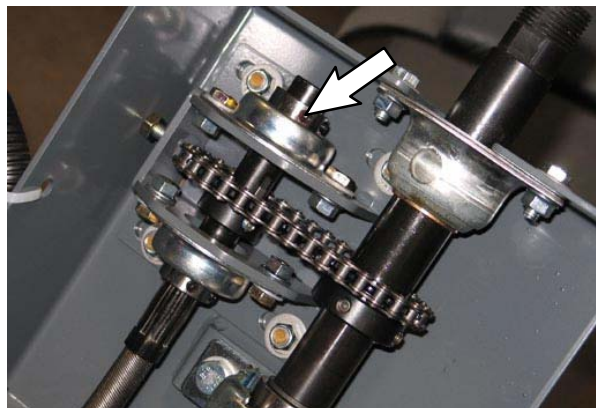
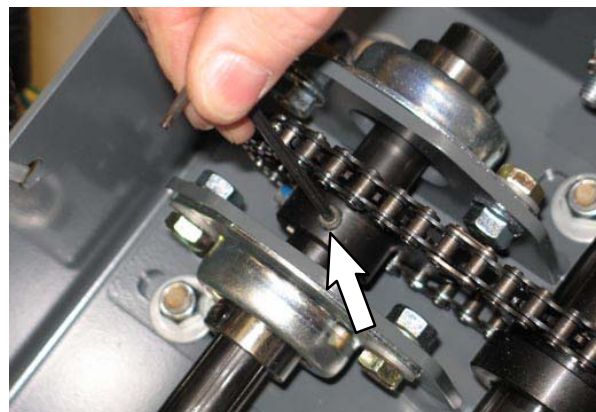
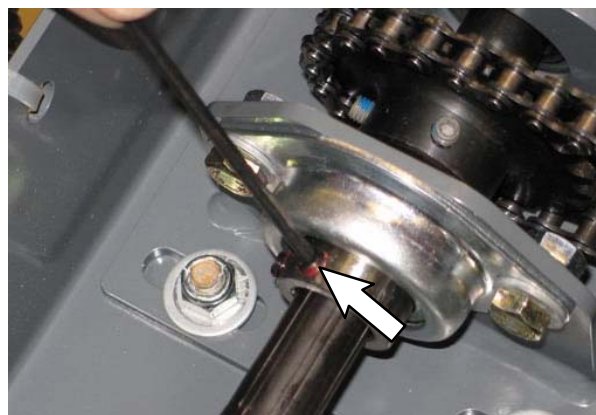

ABB. 31
ABB. 32
ABB. 33
30. Lösen Sie die sechs Feststellschrauben im oberen Flanschlager, im Lenkzahnrad und im unteren Flanschlager. (Abb. 31 / Abb. 32 / Abb. 33)